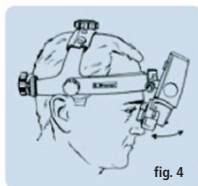

fig. 4
Poziționați blocul binocular (O) cât mai aproape posibil de ochi sau de ochelari pentru un câmp vizual maxim. Slăbiți puțin butonul de reglare a unghiului oftalmoscopului (E) pentru a permite reglarea și strângeți-l când ajunge pe poziție (fig. 4).